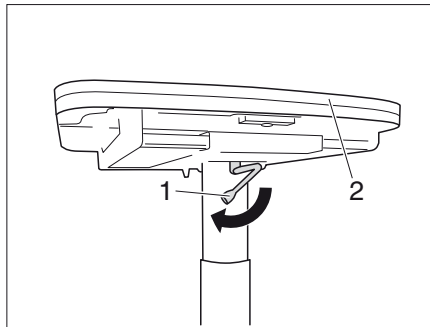

Bild 107 Sänk bordet
- Tryck ner bordsskivan (Bild 107,2) i mitten och håll den nertryckt.
- Vrid låsspaken (Bild 107,2) till höger. Lyftbordet är låst.